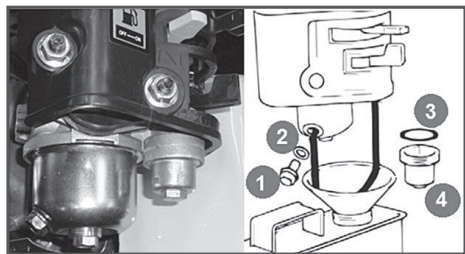

Рис.23 Обслуживание фильтра-отстойника карбюратора
3. Открутите болт сливного отверстия (1) и слейте топливо из поплавковой камеры карбюратора (Рис. 23).
4. Открутите стакан отстойника (4), вылейте из него топливо в ранее подготовленную емкость.